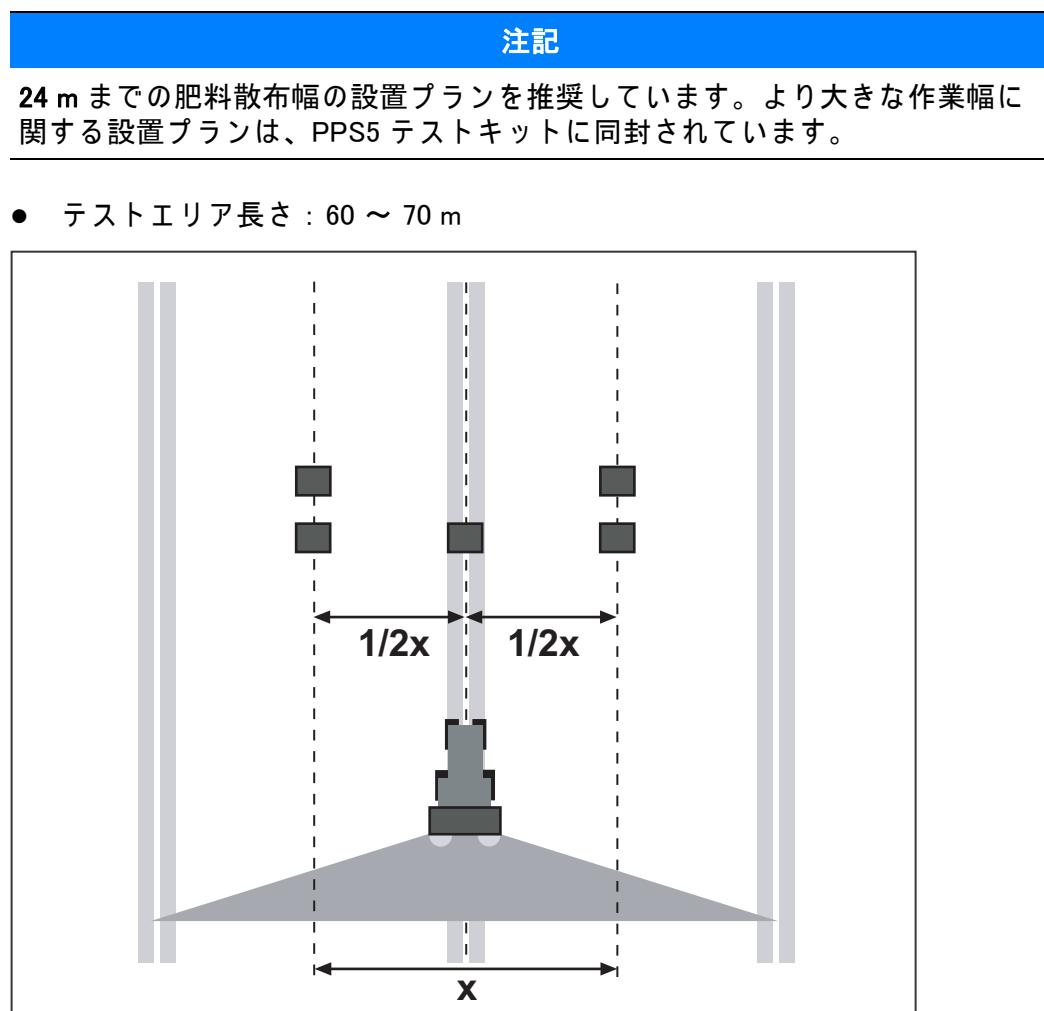

図 7.23: 1回走行の配置
- 図のように2つのトレーをオーバーラップゾーン（行路の間）に一列に置き（1 m間隔）、1つを進路に配置します（図 7.23 を参照）。